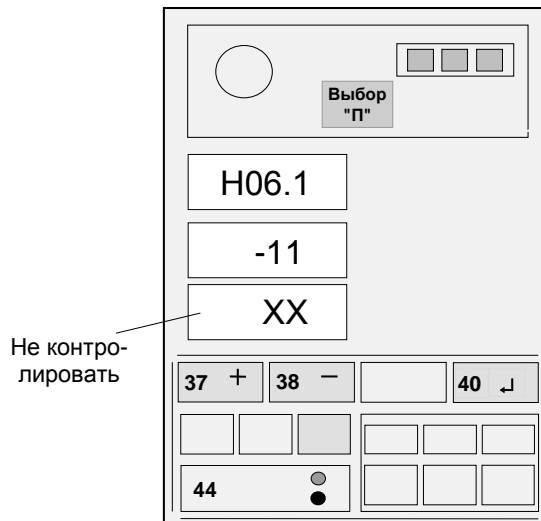

Рисунок 17 - Ввод температурного коэффициента
Если значение температурного коэффициента, указанное на жгутах ПрУ, отличается от значения, выдаваемого на средний ИЖЦ, нажатием кнопки 44 установить на верхнем ИЖЦ код "Н06.1", а затем, нажимая кнопки "+" (37) и "-" (38), установить на среднем ИЖЦ значение коэффициента для ПрУ (см. рисунок 17 для коэффициента М11), причем знак плюс на индикаторе не отображается, а знак минус отображается символом " - ".